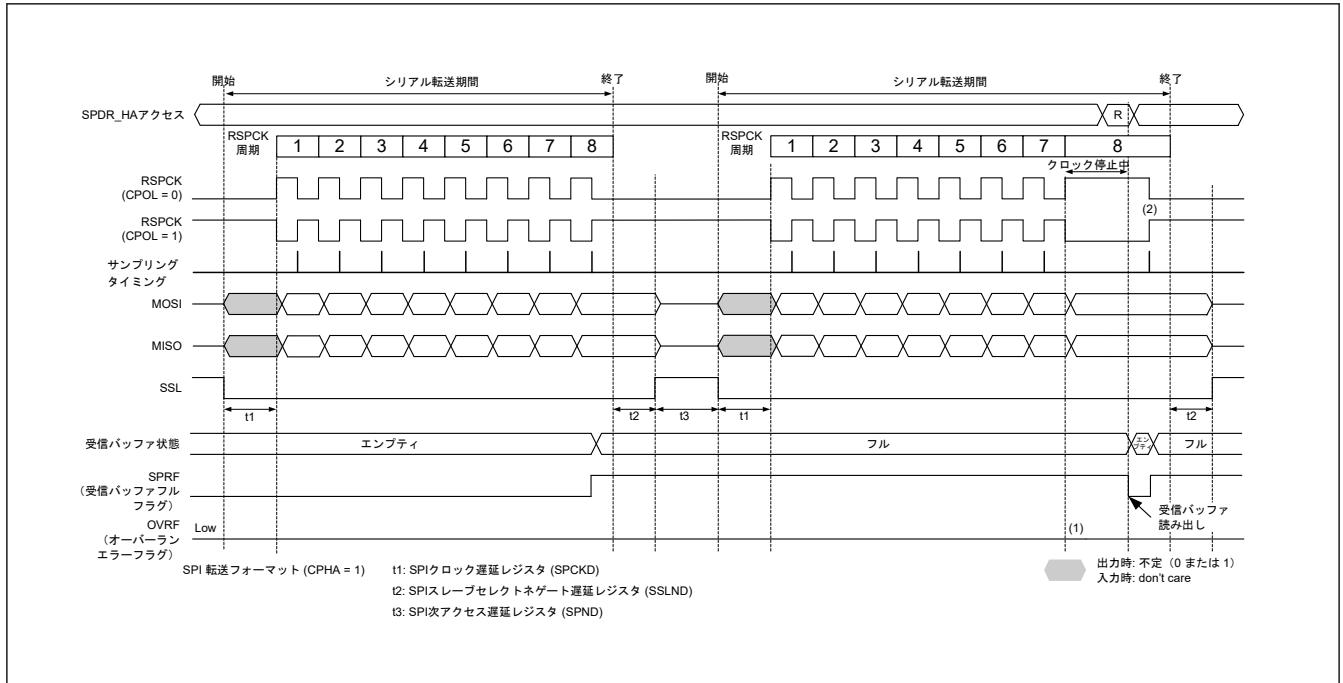
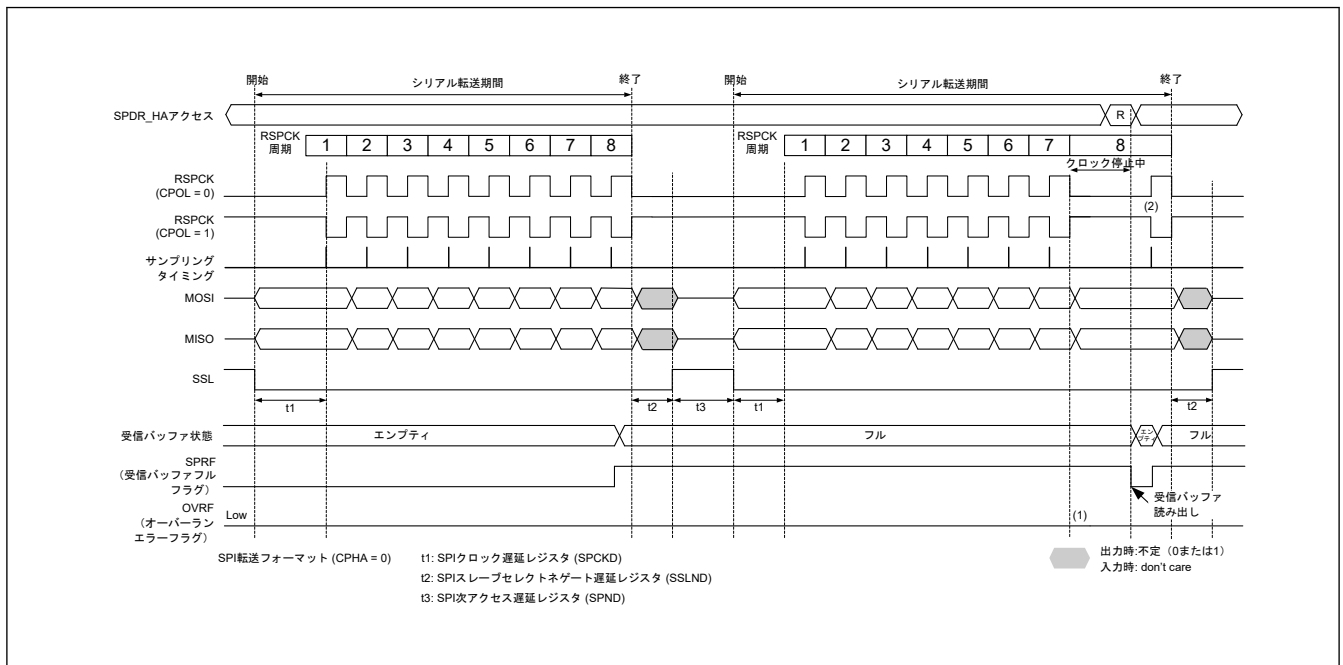

図 30.38 マスターモードの受信バッファフルの状態でのシリアル転送が継続するときのクロック停止波形 (CPHA = 1)
図 30.39 マスターモードの受信バッファフルの状態でのシリアル転送が継続するときのクロック停止波形 (CPHA = 0)
マスターモードで RSPCK 自動停止機能を有効 (SPCR2.SCKASE = 1) にした場合は、オーバーランエラーが発生しません。図 30.38 と図 30.39 に、マスターモード時の受信バッファフルの状態でのシリアル転送が継続するときのクロック停止波形を示します。
以下に、図 30.38 および図 30.39 の (1)、(2) に示したタイミングでのフラグ動作を説明します。